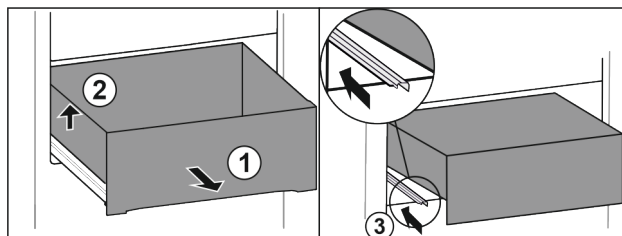

Fig. 31
- Dra ut utdragslåda fram till stopp. Fig. 31 (1)
- Lyft utdragslåda på vänster sida. Fig. 31 (2)
- Skjut in vänster skena. Fig. 31 (3)